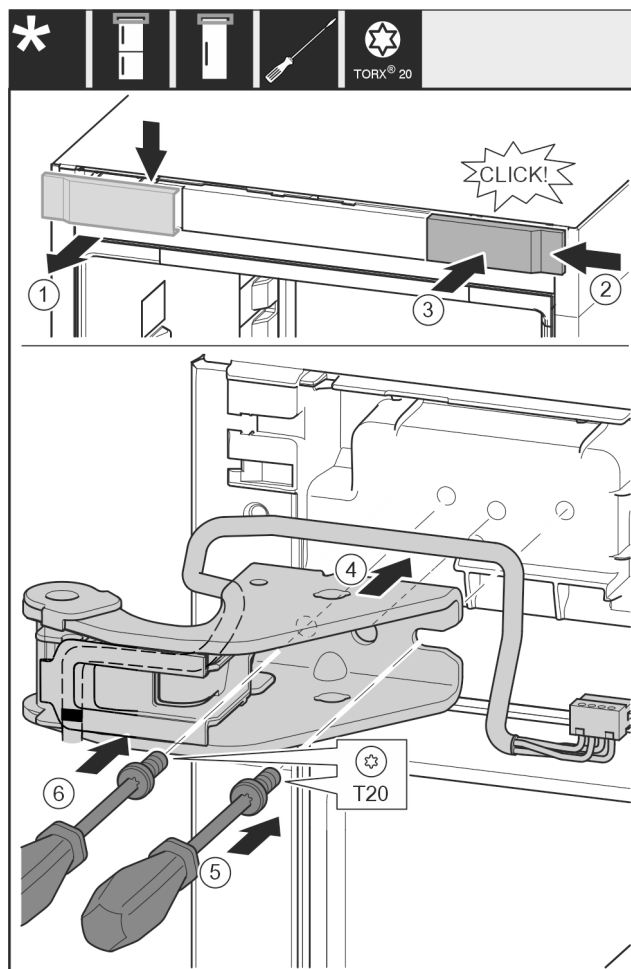

Fig. 33
- 从上方朝前取下盖板 Fig. 33 (1)。
- 将盖板 Fig. 33 (2) 旋转 180° 至另一侧从右边挂上。
- 插入盖板 Fig. 33 (3)。
- 装上上方的托架 Fig. 33 (4)。
- 用螺丝刀放上并旋紧螺钉 Fig. 33 (5)。
- 用螺丝刀放上并旋紧螺钉 Fig. 33 (6)。